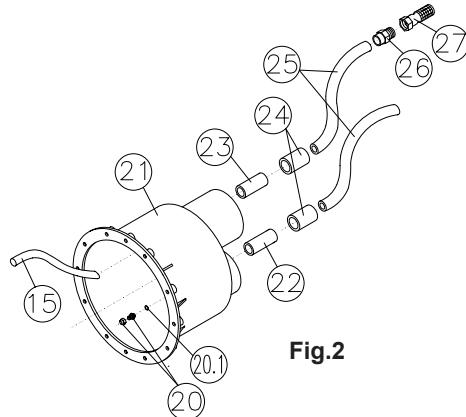
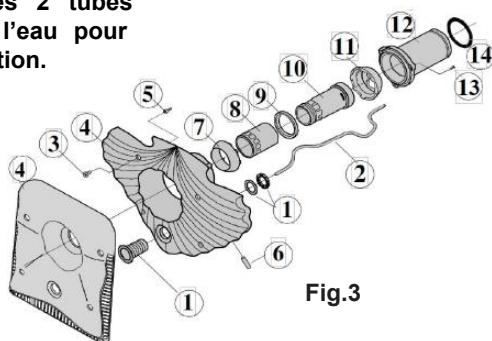

Fig.2
Fig.3
The transparent pipe (no.2, fig. 2) is to be connected to the microswitch located on the upper right-hand part of the panel. It is very important to ensure that the transparent pipe has no bends in it.
3.1 Pour fixer le boîtier (n°21, fig.2) dans une paroi en béton, il vous suffit de suivre les instructions données au chapitre 2 (lie d'installation).
4.1 Le boîtier est fourni avec les tubes n°22 et 23 (fig.2) déjà installés; de plus l'un des manchons (n°24, fig.2) est fourni collé au tube n° 22.
Cette ligne se compose d'un manchon (n° 24), d'un tuyau souple (n° 25), d'un embout fileté mâle (n° 26) et d'une valve à pied (n° 27); toutes ces pièces étant fournies montées; vous n'aurez donc qu'à coller l'extrémité du manchon (n° 24) au tube (n° 23) déjà installé sur le boîtier. Il est important de fixer le tube de la ligne d'air à la paroi du local technique en faisant en sorte que la valve à pied soit dans la partie la plus haute; on évitera ainsi l'aspiration de saleté (voir fig. 8, page 31). Nous installerons enfin le tuyau souple (n° 15, fig. 2) en l'emboîtant à pression dans la canule qui se trouve à l'intérieur du boîtier (voir fig.5a-5b, page 28).
Cette ligne se compose d'un tube (n° 22), d'un manchon (n° 24) et d'un tuyau souple (n°25); comme le tuyau (n°22) et le manchon (n°24) sont déjà installés dans le boîtier, il suffira de coller le tube (n°25). Avant de coller l'extrémité du tube (n°25) sur le manchon (n°24), on introduira le tuyau transparent (n°2, fig.3) dans la ligne pneumatique, on passera l'extrémité de ce tube transparent (n°2, fig. 3) par l'orifice du boîtier et on le fixera à l'aide du presse-étoupe (n° 20 et 20.1, fig. 2). Après cette opération, on collera le tuyau (n° 25) au manchon (n° 24). L'extrémité du tuyau (n° 2, fig. 3) sera connectée au micro-interrupteur situé sur un côté du tableau hydropneumatique inclus avec l'HIDROJET.